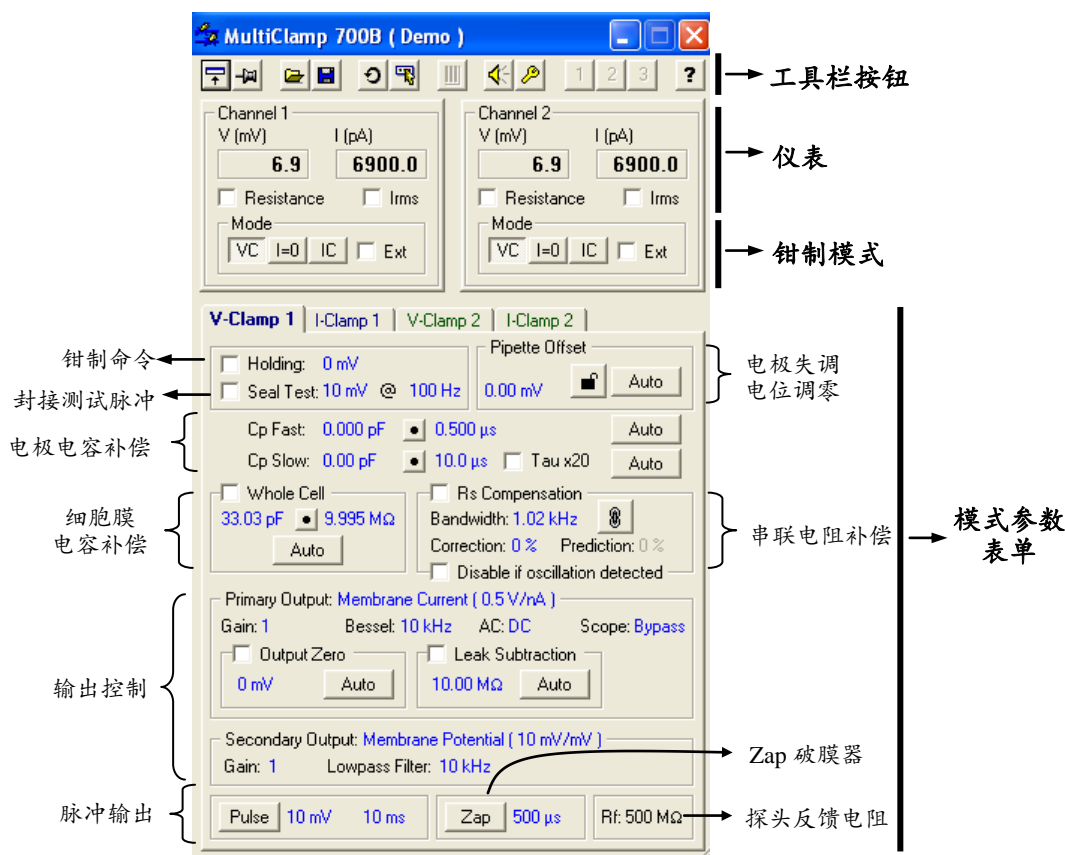

图 6. MultiClamp 700B Commander 程序面板
MultiClamp 700B 为计算机控制的膜片钳放大器，其所有的功能钮/键均在 Commander 程序面板中设定（图 6）。Commander 程序面板分成四个主要部分：工具栏按钮（Toolbar）、仪表（Meters）、钳制模式（Mode Buttons）、模式参数表单（Mode Tabs）。
**Resize window (F2):** 调整面板窗口的大小。图 6 的面板窗口为最大的窗口，点击该按钮可使其仅显示仪表窗口（Meter panel）（图 7），再次点击该按钮则又恢复至原窗口大小。如果通过鼠标拖拉窗口边角使窗口大小发生改变，则点击该按钮时可使窗口恢复至原窗口大小。